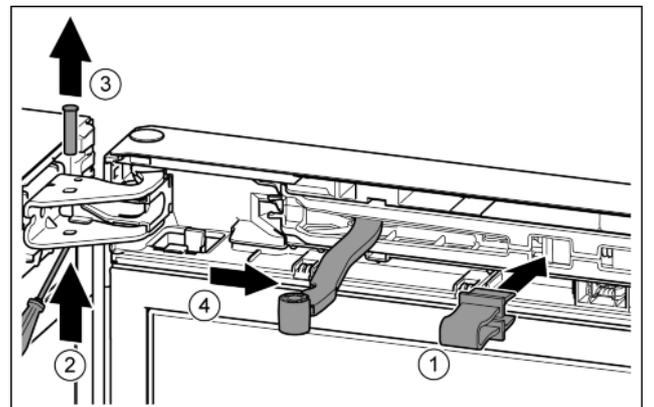

Fig. 8
- Innestare la protezione nell'apertura. *Fig. 8 (1)*
- Con un cacciavite spingere verso l'esterno il perno. *Fig. 8 (2)*
- Estrarre il perno verso l'alto. *Fig. 8 (3)*
- Ruotare lo snodo in direzione della porta. *Fig. 8 (4)*